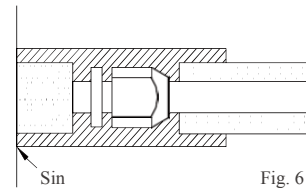

Fig. 6
2. Use material aislante para envolver las juntas de la unidad interior y sin dejar espacios vacíos en la junta de la unidad interior, tal como se muestra en la Fig.6.